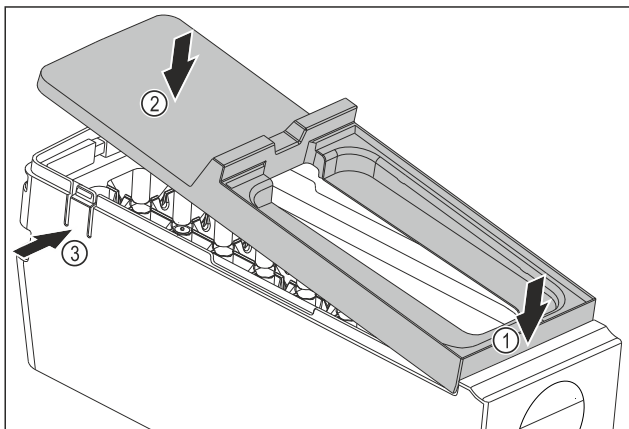

Fig. 245
- ▶ Afdekking van de EasyTwist-Ice-corpus monteren: Afdekking voor bevestigen. Fig. 245 (1)
- ▶ Afdekking achter neerlaten. Fig. 245 (2)
- ▶ Afdekking klikt hoorbaar in beide strips Fig. 245 (3) vast.